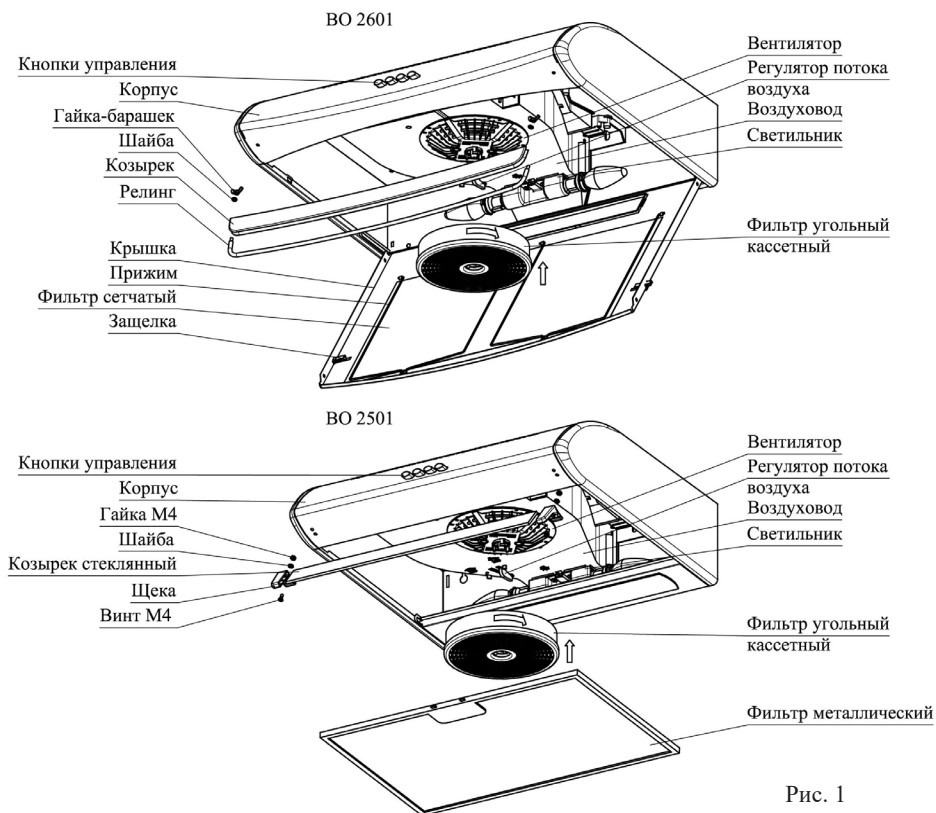
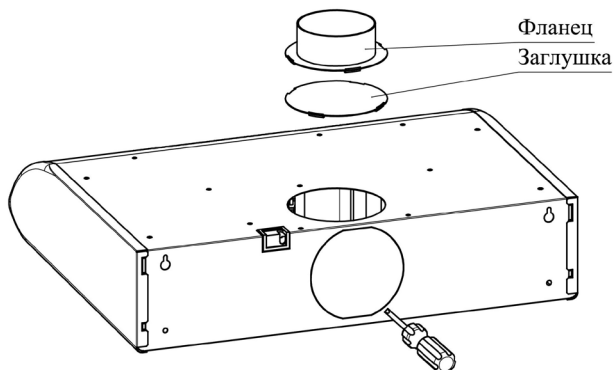

Рис. 1
Рис. 2
Внутри корпуса воздухоочистителя (рис. 1) располагаются вентилятор, светильник воздуховод с регулятором потока воздуха. На вентилятор установлен фильтр угольный кассетный. На передней части корпуса расположены кнопки управления работой воздухоочистителем.
В верхней и задней стенках корпуса воздухоочистителя имеются отверстия (рис.2), предназначенные для отвода воздуха наружу при помощи трубы, которая присоединяется к воздухоочистителю через фланец. Отверстие на задней стенке по контуру обозначено вырубленным элементом, который перед установкой фланца необходимо удалить при помощи отвертки или другого инструмента.
- 6.8 **ДЛЯ РАБОТЫ В РЕЦИРКУЛЯЦИОННОМ РЕЖИМЕ** совместите флажок регулятора потока воздуха (см. рис. 1) с рисунком "⏏" на воздуховоде воздухоочистителя. При данном режиме работы отверстие на верхней поверхности воздухоочистителя должно быть закрыто заглушкой (рис. 2).
Для установки фильтра угольного кассетного, оденьте его на фиксирующие элементы в центре вентилятора и поверните по часовой стрелке до упора (рис. 1). Демонтаж производится в обратном порядке.
**ДЛЯ РАБОТЫ В ВЫТЯЖНОМ РЕЖИМЕ** совместите флажок регулятора потока воздуха с рисунком "↗" на воздуховоде воздухоочистителя. При данном режиме работы в одно из выходных отверстий корпуса установить фланец. Если фланец установлен в отверстие на задней поверхности воздухоочистителя, то отверстие на верхней поверхности нужно закрыть заглушкой (рис. 2). Затем соедините фланец воздухоочистителя с вентиляционным каналом трубой диаметром 100 мм (в комплект поставки не входит приобретается отдельно).